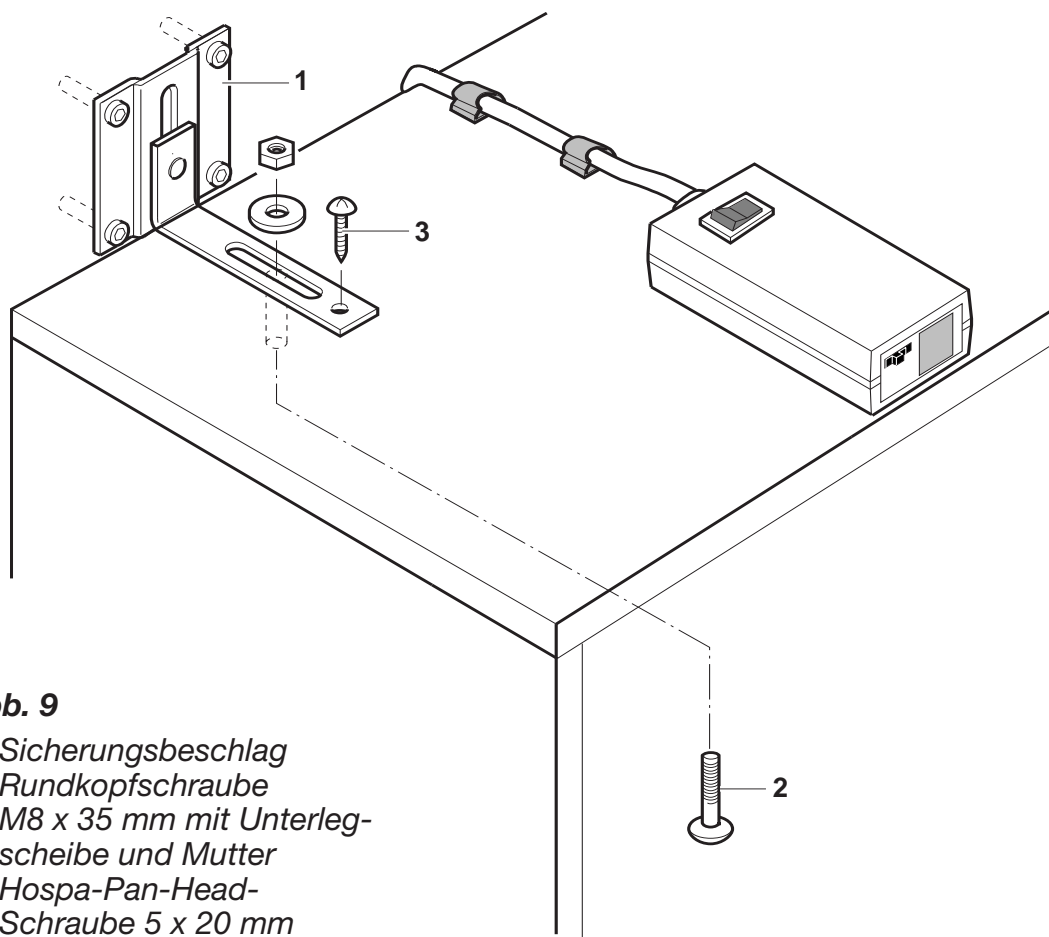

Abb. 9
- Die beiden Sicherungsbeschläge **1** siehe **Abb. 9**, mit jeweils vier Schrauben an der Wand befestigen, Haltekraft F_H je Befestigungsstelle min. 400 N. Dieses Befestigungsmaterial ist nicht im Lieferumfang enthalten.
- Beide Sicherungsbeschläge mit einer Rundkopfschraube **2** und einer Hopsa-Schraube **3** am Korpus festschrauben, siehe **Abb. 9**.